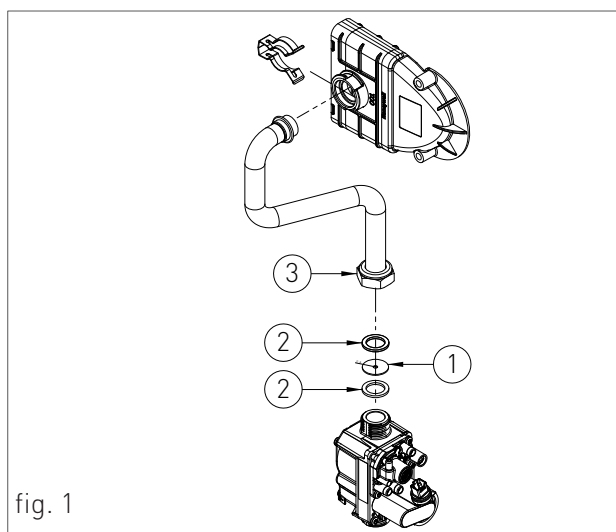

fig. 1
- › Inserire il diaframma '1' (cod.: 15-01728 da \varnothing 6 mm, per GPL) e le guarnizioni '2', poi riavvitare il raccordo '3' (vedi fig.1).
- › Rimuovere il diaframma '1', poi riavvitare il raccordo '3' (vedi fig.1).
- › Rimontare i componenti procedendo in senso inverso rispetto alle operazioni di smontaggio (vedi fig.1);